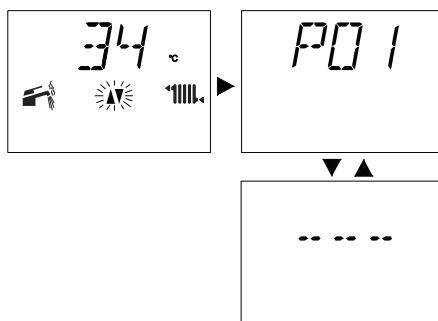

Рисунок 5.26
- Чтобы настроить коэффициент K (см. Рисунок 5.23), войдите в режим программирования, нажав и удерживая в течение 15 с кнопку сброса 5 (Рисунок 5.24), пока на ЖК-дисплее не появится параметр P01. На ЖК-дисплее последовательно отобразятся следующие символы (параметр P01 будет загораться поочередно. (Рис. 5.26)